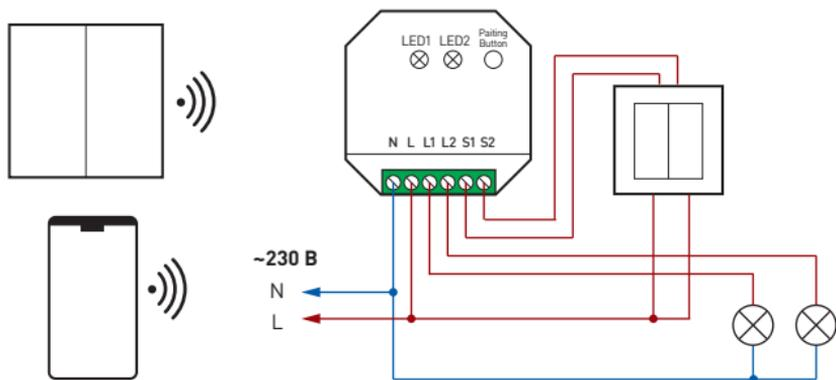

Рис. 1. Пример схемы подключения релейного модуля TY-702-72-WTI-WTO-PS-IN
- 3.3. Подключите устройство согласно схеме на рис. 1.